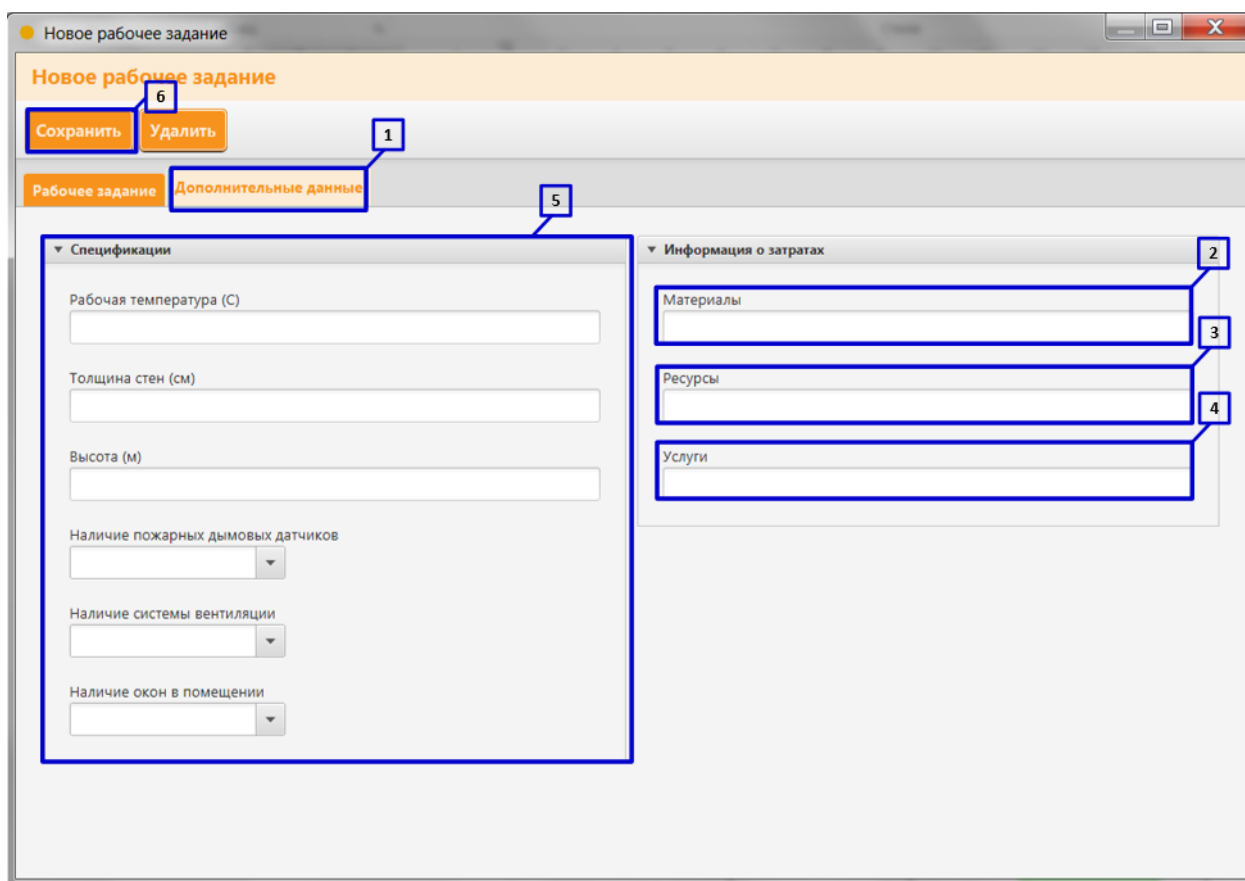

Рисунок 45. Создание рабочего задания в разделе Главного меню вкладки «Дополнительные данные»
15. Откройте вкладку «Дополнительные данные» (Рисунок 45 пункт 1);
16. В строке «Материалы» введите информацию о материалах, которые необходимы для выполнения рабочего задания (Рисунок 45 пункт 2);
17. В строке «Ресурсы» введите информацию о ресурсах, которые необходимы для выполнения рабочего задания (Рисунок 45 пункт 3);
18. В строке «Услуги» введите информацию об услугах, необходимых для выполнения рабочего задания (Рисунок 45 пункт 4);
19. Заполните поля раздела «Спецификации» (**Рисунок 45 пункт 5**).
(**Рисунок 45 пункт 6**).